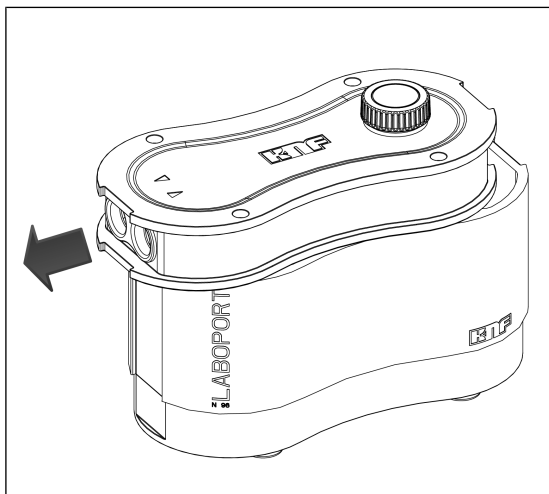

Fig.8: Spingere il coperchio della carcassa sui raccordi gas (aprire la pompa)
2. Spingere il coperchio della carcassa (2) sui raccordi gas (vedere Fig. 8).